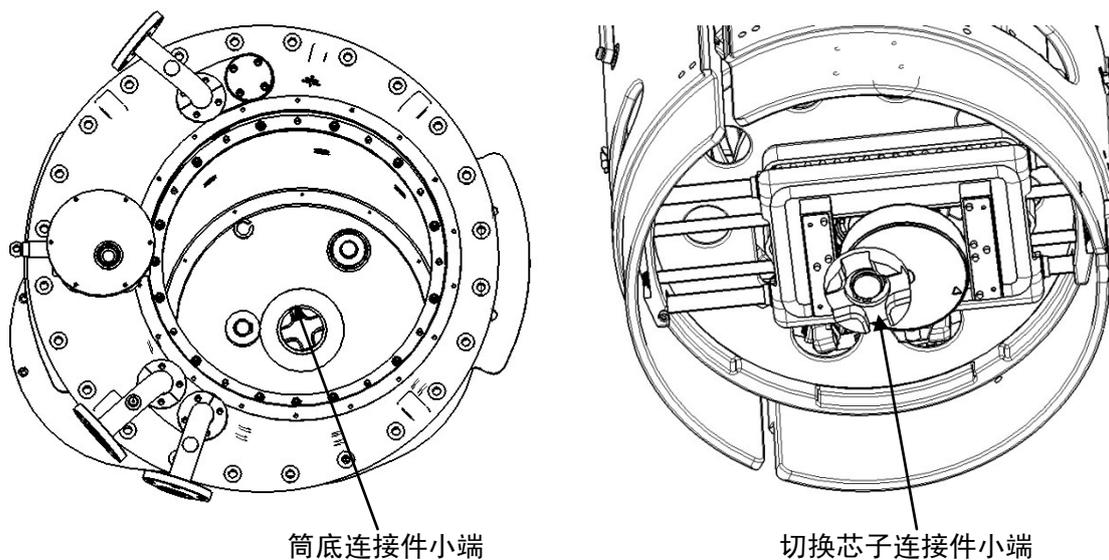

图 17
1. 要确保分接选择器和筒底连接件在安装切换开关芯子时必须位于整定位置，大概对准连接件的小端位置；（见图 17）